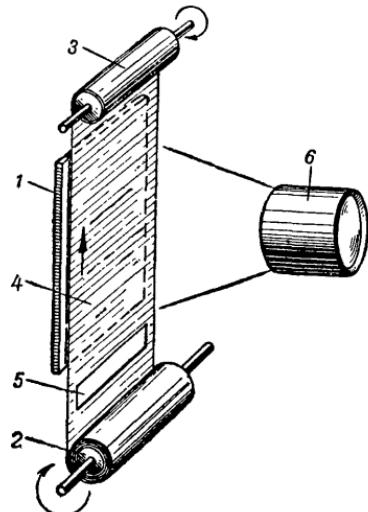

Рис. 13. Схема устройства шторного затвора:
линзами объектива, а перед самой пластинкой или плёнкой, и устроен совсем по-другому. На рис. 13 изображена схема такого затвора. Перед фотографической пластинкой (1) находятся два валика (2, 3). На один из этих валиков намотана шторка (4), сделанная обычно из прорезиненной светонепроницаемой ткани. Конец шторки закреплён на другом валике.